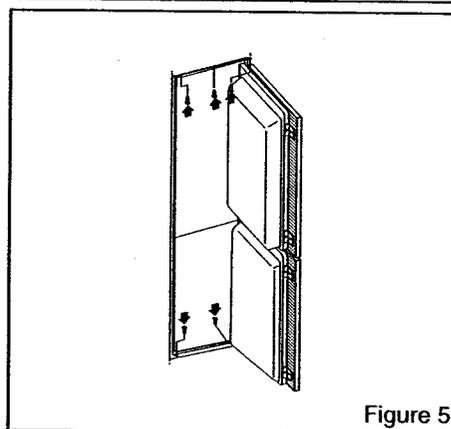

Figure 5
- A la fin, fixez l'appareil dans le meuble. Vissez l'appareil à la partie haute du meuble avec trois vis par la plaquette du haut et au fond du meuble avec deux vis par les pivots inférieurs. Forez les trous de \varnothing 2,5 x 5 pour les vis de A 3,5 x 13 (Figure 5).